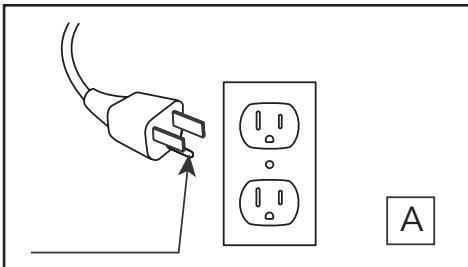

Fig.1
| <p>6. Do not operate any heater with a damaged cord or plug or after the heater malfunctions, has been dropped or damaged in any manner. Discard heater, or return to authorized service facility for examination and/or repair.</p> <p>7. Do not use outdoors.</p> <p>8. This heater is not intended for use in bathrooms, laundry areas and similar indoor locations. Never locate this appliance where it may fall into a bathtub or other water container.</p> <p>9. Do not run cord under carpeting. Do not cover cord with throw rugs, runners or the like. Arrange cord away from traffic areas and where it will not be tripped over.</p> <p>10. To disconnect heater, turn controls to off, and turn off power to heater circuit at main disconnect panel (or operate internal disconnect switch if provided).</p> <p>11. Connect to properly grounded outlets only. This heater is for use on 120 volts. The cord has a plug as shown at A in Fig. 1. Do not use a 2 prong adapter. Never use with an extension cord or relocatable power tap (outlet/ power strip).</p> | <p>6. Ne faites pas fonctionner un appareil dont le cordon ou la fiche est endommagé ou après un dysfonctionnement, une chute ou un dommage quelconque de l'appareil. Mettez l'appareil au rebut ou retournez-le à un centre de service agréé pour examen et/ou réparation.</p> <p>7. N'utilisez pas cet appareil à l'extérieur.</p> <p>8. Cet appareil n'est pas conçu pour être utilisé dans une salle de bains, une salle de lavage ou tout autre endroit humide semblable. Ne placez jamais cet appareil à un endroit où il risquerait de tomber dans une baignoire ou un autre contenant rempli d'eau.</p> <p>9. Évitez de placer le cordon sous un tapis. Ne couvrez pas le cordon avec une carpeste, un tapis de passage ou un autre article semblable. Placez le cordon dans un endroit peu passant et où il ne pourra pas être accroché.</p> <p>10. Pour débrancher le chauffe-eau, mettez les commandes à l'arrêt et coupez l'alimentation du circuit du chauffe-eau au niveau du panneau de déconnexion principal (pour faire fonctionner l'interrupteur de déconnexion interne s'il est fourni).</p> | <p>5. Siempre desenchufe este electrodoméstico cuando no lo use.</p> <p>6. No opere ningún calentador después de que el cable de alimentación o el enchufe estén dañados, o que el calentador esté defectuoso, o dañado de alguna manera. Deseche el calentador o devuélvalo a un centro de servicio autorizado para su inspección y / o reparación.</p> <p>7. No lo use en exteriores.</p> <p>8. Este calentador no se debe usar en el baño, lavadero y en espacios húmedos similares interiores. Nunca coloque este calentador donde se pueda caer dentro de una bañera u otro contenedor de agua.</p> <p>9. No coloque el cable debajo de una alfombra. No cubra el cable con alfombras, tapetes o similares. Coloque el cable lejos de zonas de tránsito en donde nadie se pueda tropezar y caer.</p> <p>10. Para desconectar el calentador, apague los controles y apague la fuente de alimentación del circuito del calentador en el disyuntor principal (para operar el interruptor de desconexión interno si se proporciona).</p> |
11. Brancher uniquement dans une prise de courant munie d'une mise à la terre. Cet appareil de chauffage a été conçu pour être utilisé sous une tension de 120 V. La fiche du cordon est montrée à la figure 1 en A. Ne pas utiliser d'adaptateur de 3 broches à 2 broches. Ne jamais utiliser avec une rallonge ou une barre d'alimentation (multiprises).
11. Conectar solamente a una toma de corriente con conexión a tierra adecuada. Este calentador debe utilizarse con 120 voltios. El cable incluye un enchufe tal como se muestra en la figura A en la Fig. 1. No utilice un adaptador de 2 clavijas. Nunca use un cable de extensión o tomas de alimentación reubicable (enchufes/regletas).